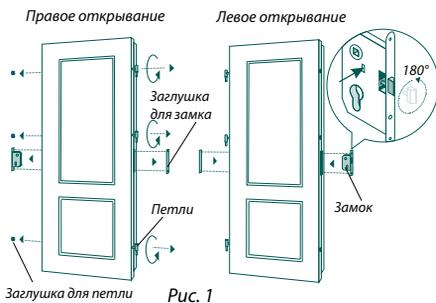

Рис. 1
- Для левого открытия открутите петли и замок и установите их на противоположном торце полотна, поменяв местами с заглушками. Рис. 1.
- Если дверь укомплектована механизмом AGB, язычок замка необходимо повернуть на 180°. Рис. 1.